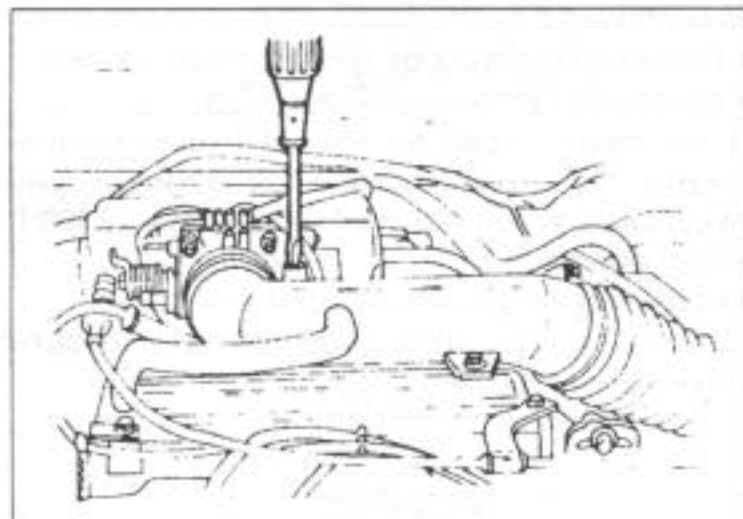

Рис.143.
- Если число оборотов не совпадает, снять пломбированный колпачок и с помощью отвертки отрегулировать болт регулировки воздуха, как это показано на рис.143.